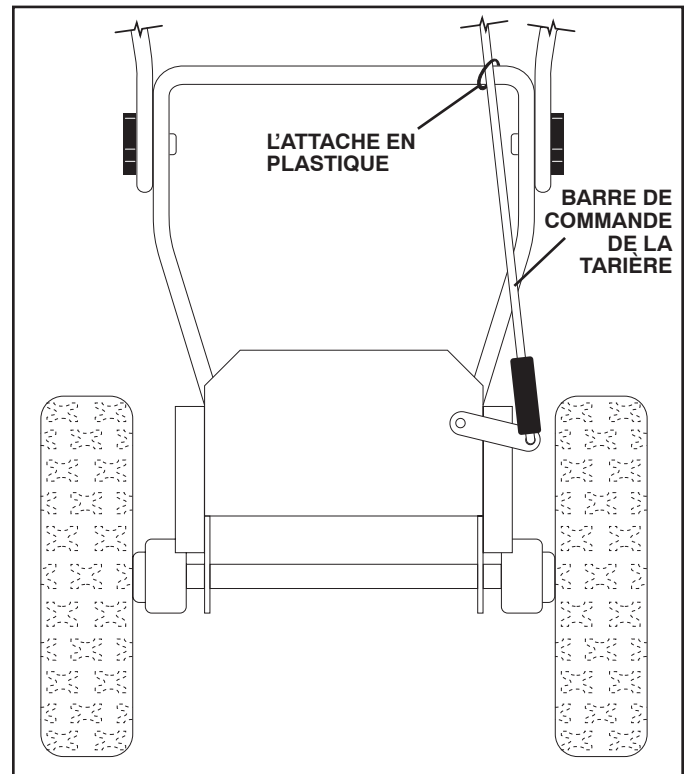

FIG. 5
INSTALLER LA BARRE DE COMMANDE DE LA TARIÈRE (Voir les Figs. 5 et 6)
1. Retirer l'attache de plastique fixant la tige de commande de la vis sans fin à la poignée inférieure. (vous reporter à la fig. 5)